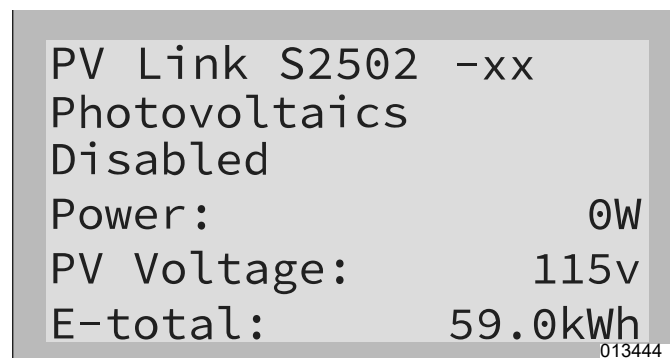
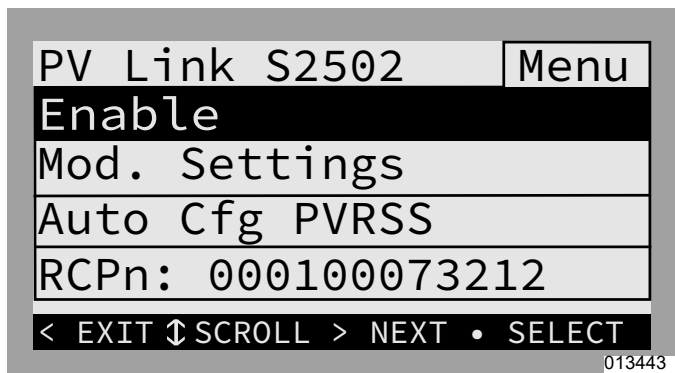
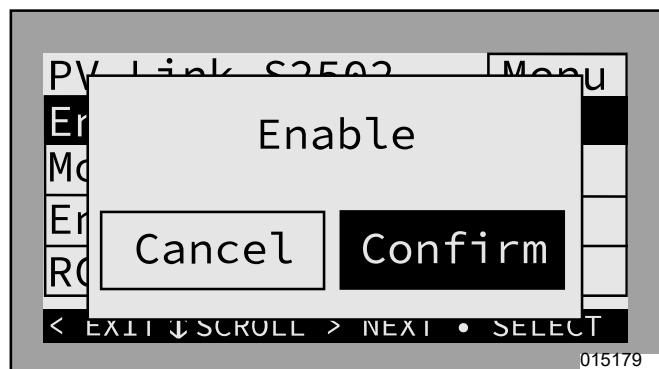

Figura 7-10. Activación de dispositivos REbus (1 de 3)
Figura 7-11. Activación de dispositivos REbus (2 de 3)
Figura 7-12. Activación de dispositivos REbus (3 de 3)
10. Una vez que el inversor está activado y en estado “grid connected” (conectado con la red), desplácese hacia la derecha y active cada PV Link y batería PWRcell, repitiendo el proceso recién realizado para el inversor. Consulte la Figura 7-10, la Figura 7-11 y la Figura 7-12. Además, consulte la sección Configuración de los dispositivos REbus y activación de los dispositivos REbus para obtener más información.